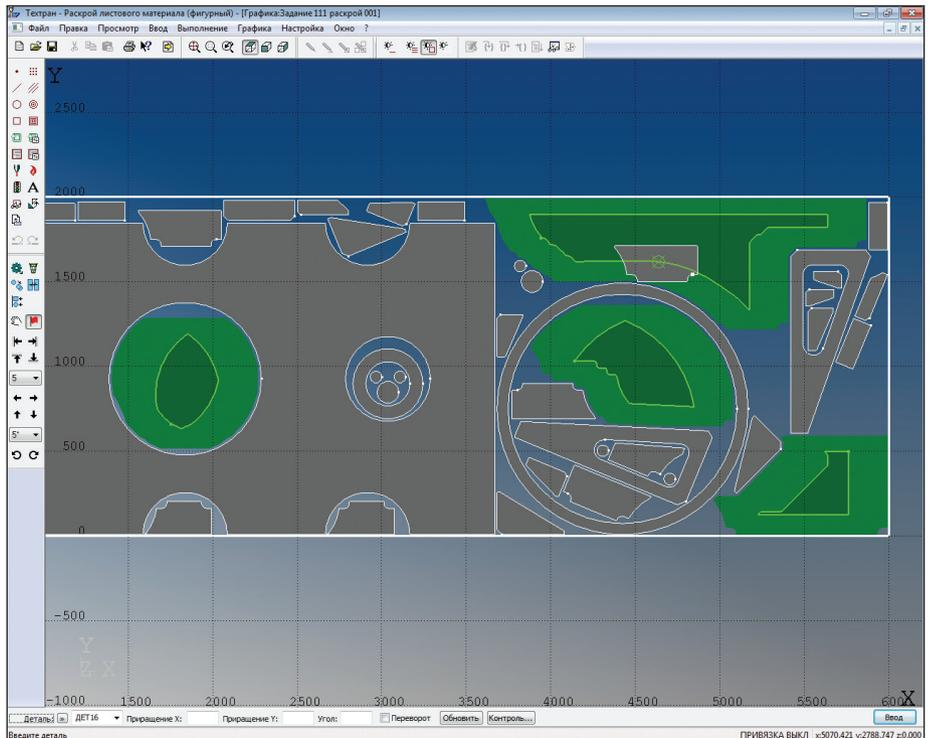

Рис. 3. Визуализация области перемещения и годографа выделенной детали
**Визуализация области возможного перемещения детали.** В данном случае годограф вектор-функции плотного размещения детали представляет собой кривую, которая объединяет положения центра детали во всех ее предельных позициях по отношению к размещенным деталям. Теперь в режиме размещения Тетран показывает годограф детали в графическом окне (рис. 3). Центр детали, по отношению к которому построен годограф, помечается специальным значком с крестиком. И кроме того отображаются области возможного перемещения детали.